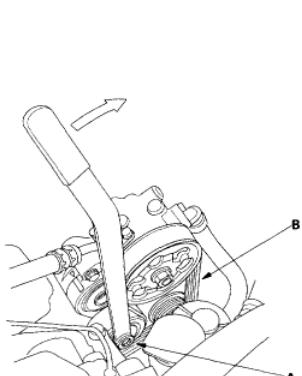

Figure 1
3. Release the belt tension by rotating the tensioner arm in the clockwise direction with a serpentine belt tensioner release tool with the 14mm adapter or a 14mm box end wrench. (Figure 1). Remove serpentine belt.
11. To install serpentine belt, place belt around each pulley except the power steering pump pulley (reference under hood belt routing sticker or sketch). Rotate tensioner arm clockwise (Figure 1) and then slip belt over power steering pump pulley.
3. Supprimer la tension sur la courroie serpentine – utiliser l'outil spécial approprié avec l'adaptateur de 14 mm, ou une clé polygonale de 14 mm, pour faire tourner le bras de tensionnement dans le sens horaire. Figure 1 Enlever la courroie serpentine.
13. Placer la courroie serpentine sur les poulies selon la configuration initiale (voir le schéma de placement sous le capot, ou le croquis), sauf sur la poulie de la pompe de servo-direction. Faire pivoter le bras du tendeur dans le sens horaire (figure 1), et engager la courroie sur la poulie de la pompe de servo-direction.